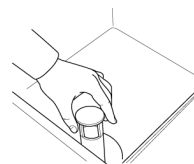

Fig.38
- 2- Ouvrir la porte et enlever le trop-plein. (Fig.38)